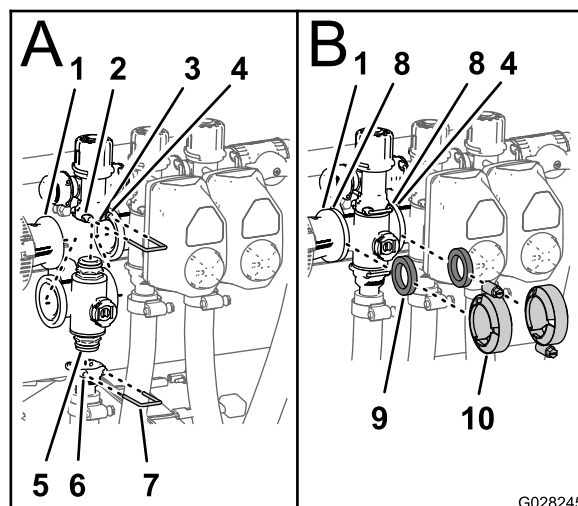

Рисунок 78
- Вставьте верхний штуцер торцевой крышки коллекторного клапана в перепускной штуцер (Рисунок 78 А.).
- Закрепите штуцер торцевой крышки на перепускном штуцере, вставив держатель в гнездо перепускного штуцера (Рисунок 78 А).
- Установите выпускной штуцер на нижний штуцер торцевой крышки коллекторного клапана (Рисунок 78 А).
4. Прикрепите штуцер торцевой крышки к выпускному штуцеру, вставив держатель в гнездо выпускного штуцера (Рисунок 78А).
5. Установите прокладку между фланцами переходной муфты и коллектором клапана секции (Рисунок 78В).
6. Смонтируйте переходную муфту, прокладку и коллектор клапана секции с помощью хомута, затянув его от руки (Рисунок 78В).
7. При установке 2 самых левых клапанов секций установите прокладку между фланцами 2 прилегающих коллекторов клапанов секций (Рисунок 78В).
8. Смонтируйте 2 находящихся рядом коллектора клапанов секций и прокладку с помощью хомута, затянув его от руки (Рисунок 78В).